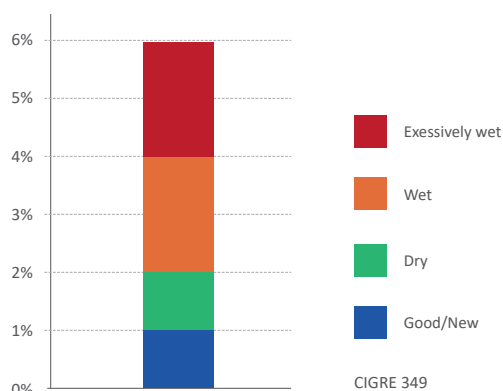

Рисунок 7. Содержание воды в бумаге в %
- На основании расчета кривой Ооммена можно проследить тенденцию изменения содержания воды в бумаге (см. Рисунок 7)